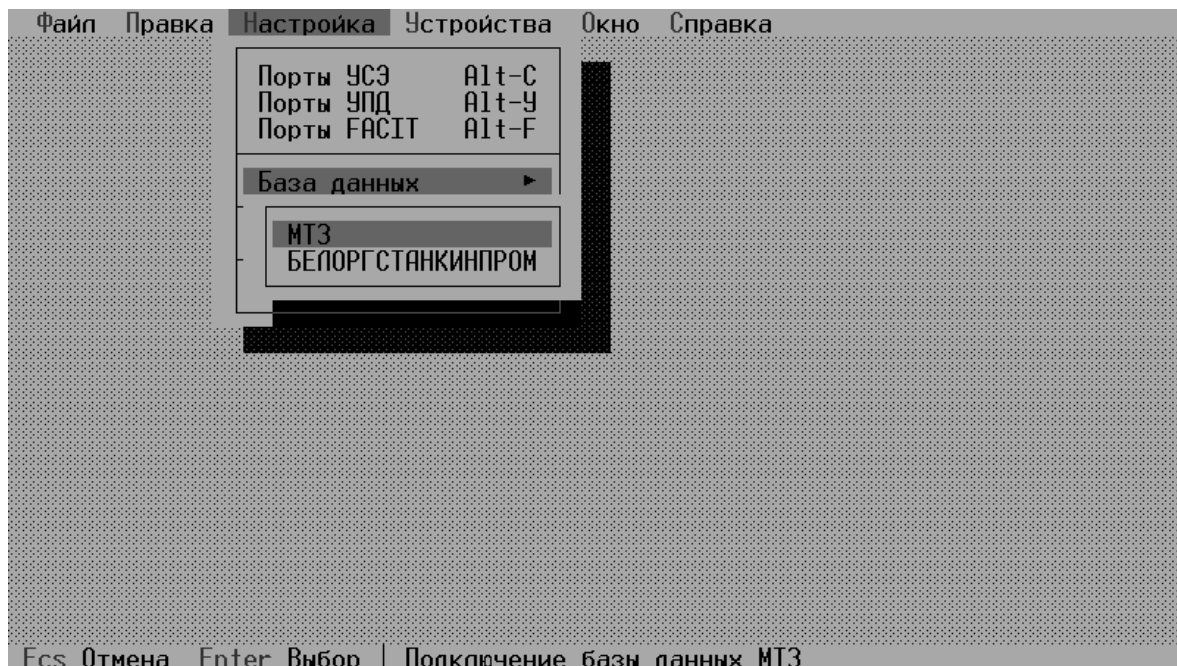

Рис. 11. Меню **Настройка** программы (подменю **База данных**).
- установить параметры программы (имена и пути доступа к каталогам токарных, фрезерных и центровых операций) при работе с базой данных МТЗ (опция **База данных/МТЗ** см. рис.11);